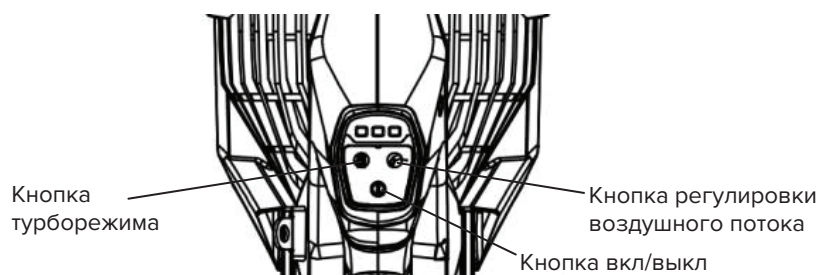

Рис. 8
1. Нажмите кнопку питания "  " на многофункциональном дисплее управления, чтобы загорелся экран (рис. 8).
Воздуходувка способна обеспечить максимальную скорость воздуха при нажатии на кнопку турборежима (рис. 8).